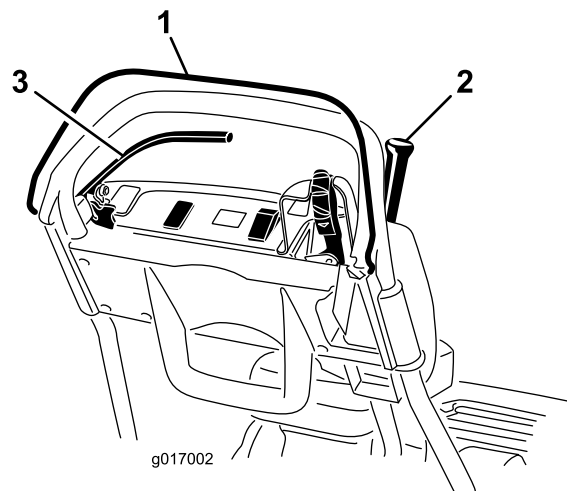

図 31
- OPC を解除した状態で、走行レバーを入れる 図 31。レバーが入らなければ正常。走行レバーが入るのはインタロックシステムの異常であるから修理する。必ず修理してから使用すること。
- OPC を押し、走行レバーを入れた状態から OPC を解除する 図 31。走行レバーが外れれば正常。走行レバーが外れないのはインタロックシステムの異常であるから修理する。必ず修理してから使用すること。
- OPC を押し、シフトレバーを左に入れた状態から走行・リール回転にセットし、OPC を解除する 図 31。走行レバーが外れれば正常。走行レバーが外れないのはインタロックシステムの異常であるから修理する。必ず修理してから使用すること 走行インタロックスイッチの整備 \(ページ 35\) を参照。